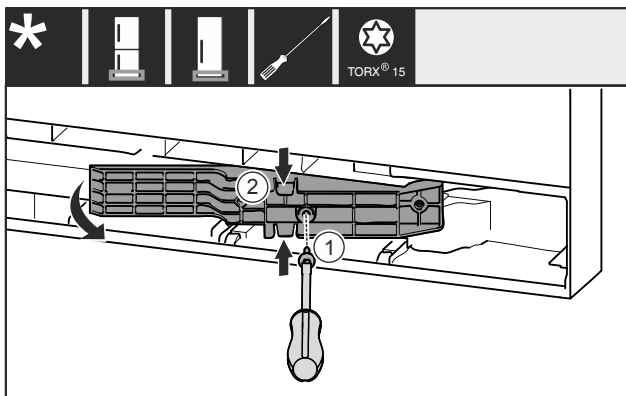

Fig. 20\*
- Schraube Fig. 20 (1) entfernen.\*
- Adapterstück Fig. 20 (2) oben und unten leicht zusammenrücken und herausziehen.\*